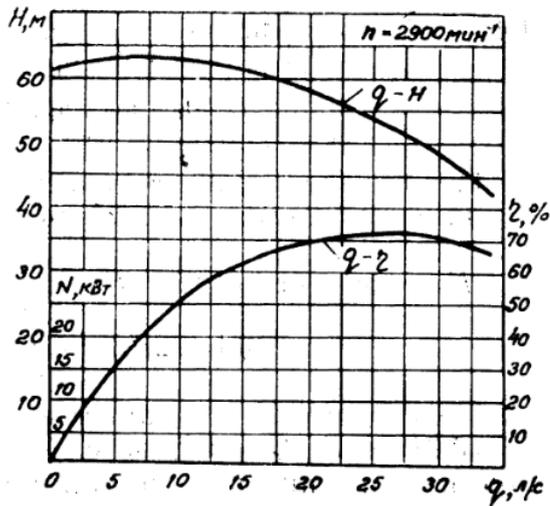

Рис. 2. Характеристика насоса 4К-90/55.
**Постановка задачи.** Пользуясь характеристикой центробежного насоса, приведённой на рис. 2, определить и построить характеристику мощности  $q-N_n$  этого насоса в кВт.
**Постановка задачи.** Вода подаётся центробежным насосом из ёмкости 1 в ёмкость 2 по схеме, приведённой на рис. 2. Всасывающая линия устроена из стальных труб диаметром  $d_{вс}=200$  мм и длиной  $l_{вс}=50$  м; напорная линия смонтирована из чугунных труб  $d_n=150$  мм и  $l_n=600$  м. Отметка воды в резервуаре 1  $Z_1=20$  м, отметка выливного отверстия напорной трубы в резервуар 2  $Z_2=52$  м.